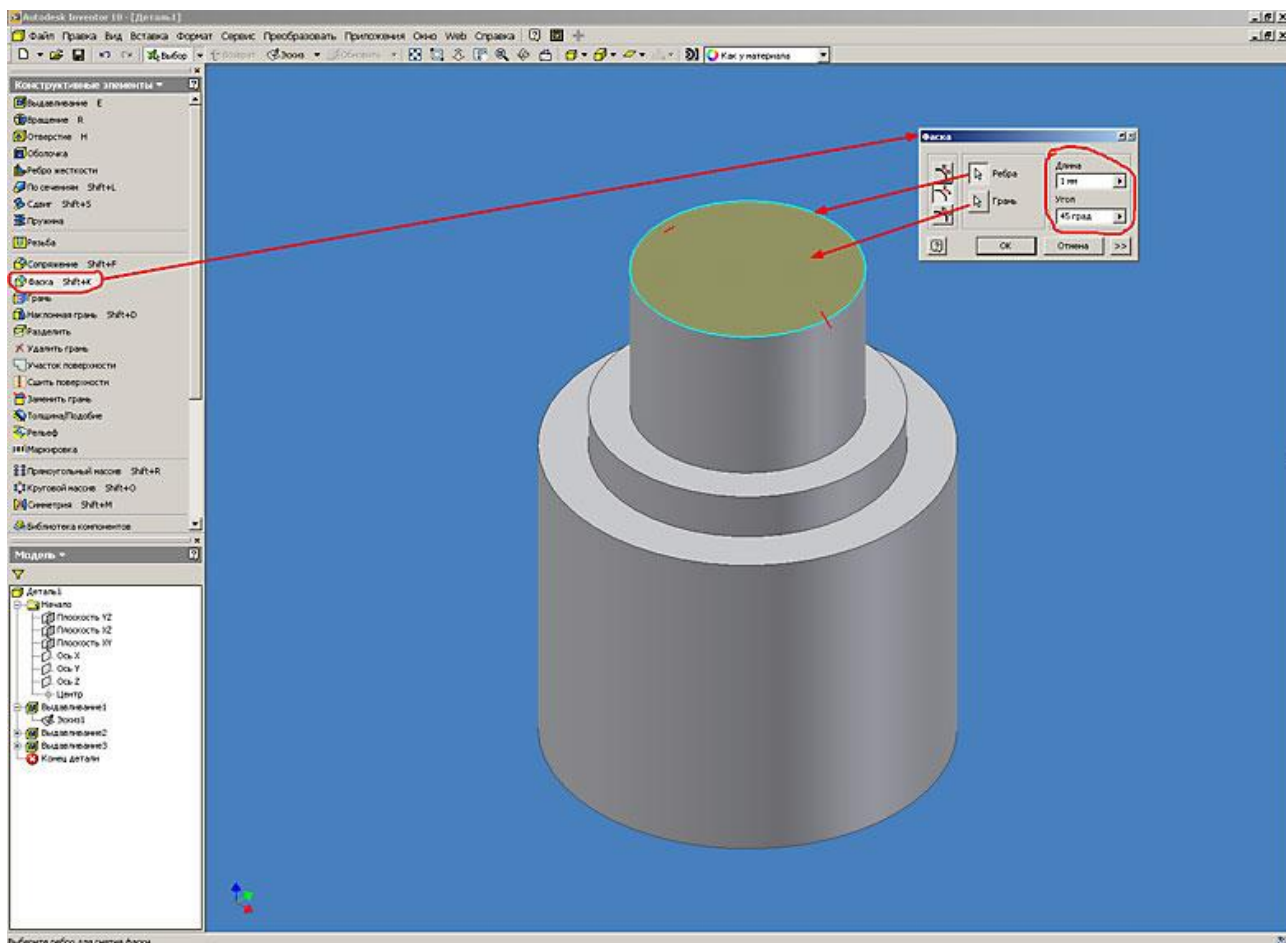

Рис. 8. Autodesk Inventor. Работа с конструктивными элементами (выдавливание)
8. Для построения фаски необходимо нажать кнопку “фаска” в инструментальной палитре. В открывшемся диалоговом окне необходимо выбрать метод построения фаски (длина; длина и угол; две длины). В нашем случае используем метод “длина и угол”, для этого необходимо сначала указать грань, относительно которой будет отсчитываться угол фаски, а затем ребро, на котором она будет построена. После определения геометрических размеров фаски нажимаем кнопку “Ok” (рис. 8).